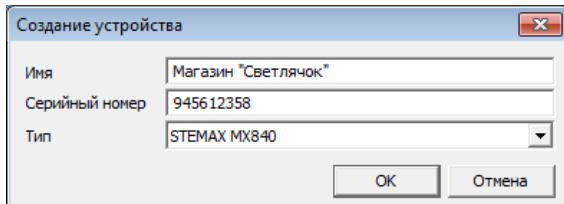

Рисунок 14.3 — Окно *Создание устройства*
- В открывшемся окне *Создание устройства* (см. рисунок 14.3) задайте описанные ниже параметры и нажмите кнопку *OK*.